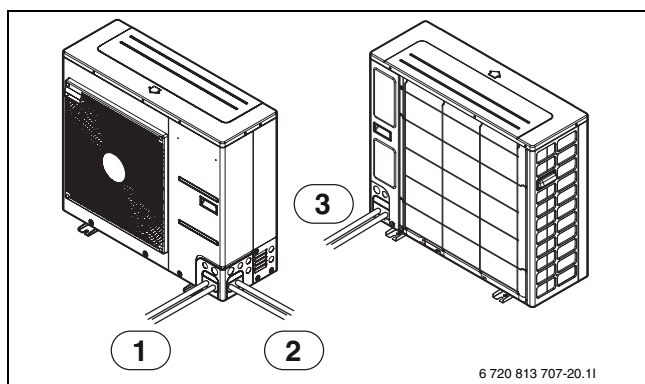

Fig. 21
- I tubi possono essere collegati in quattro direzioni. Per le possibili direzioni vedere l'immagine (→fig. 21 e 22).